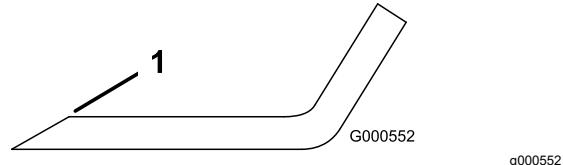

Figura 55
1. Utilice una lima para afilar el filo de corte en ambos extremos de la cuchilla (Figura 55).
**Nota:** Si la cuchilla no está equilibrada, rebaje algo el metal en la parte de la vela solamente con una lima (Figura 55).